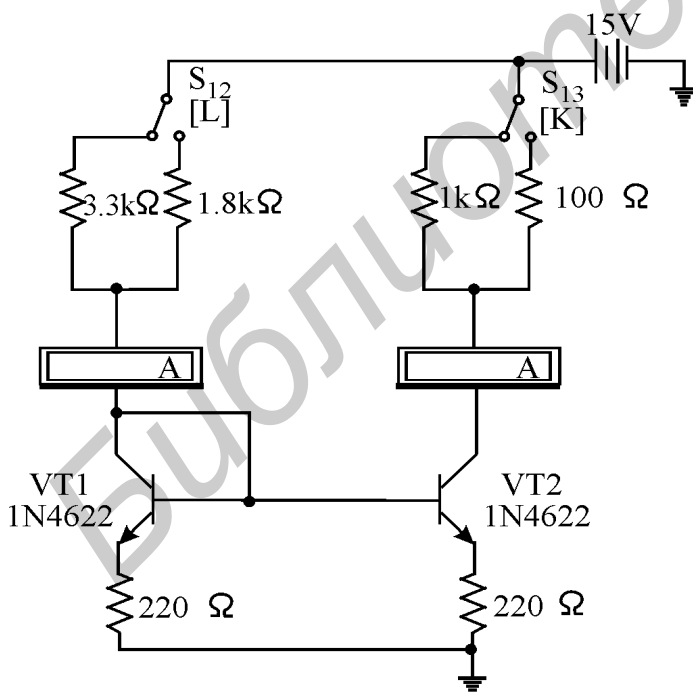

Рис.1.13. Токовое зеркало
6.1. Соберите схему токового зеркала (рис.1.13).